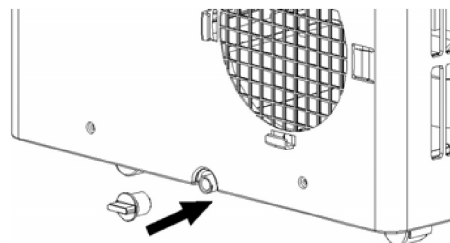

Abb. 6
- Entfernen Sie den Gummistopfen vom Abfluss und lassen Sie das Wasser herauslaufen (Abb. 6).